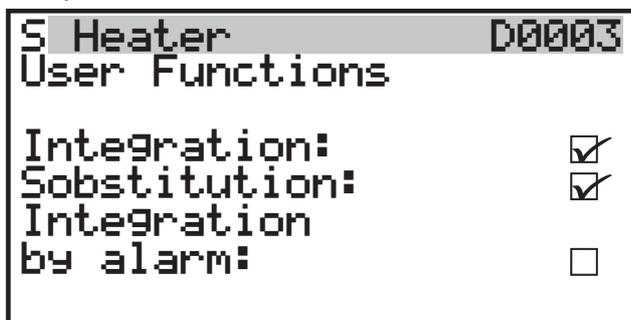

Figura 5.8
- Con i tasti 4 o 6 scorrere i menù fino al parametro "D0003" (Figura 5.8).